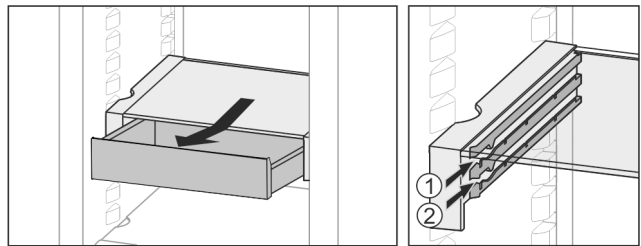

Fig. 21
- ▶ Вставити на будь-якій висоті Fig. 21 (1) або Fig. 21 (2).